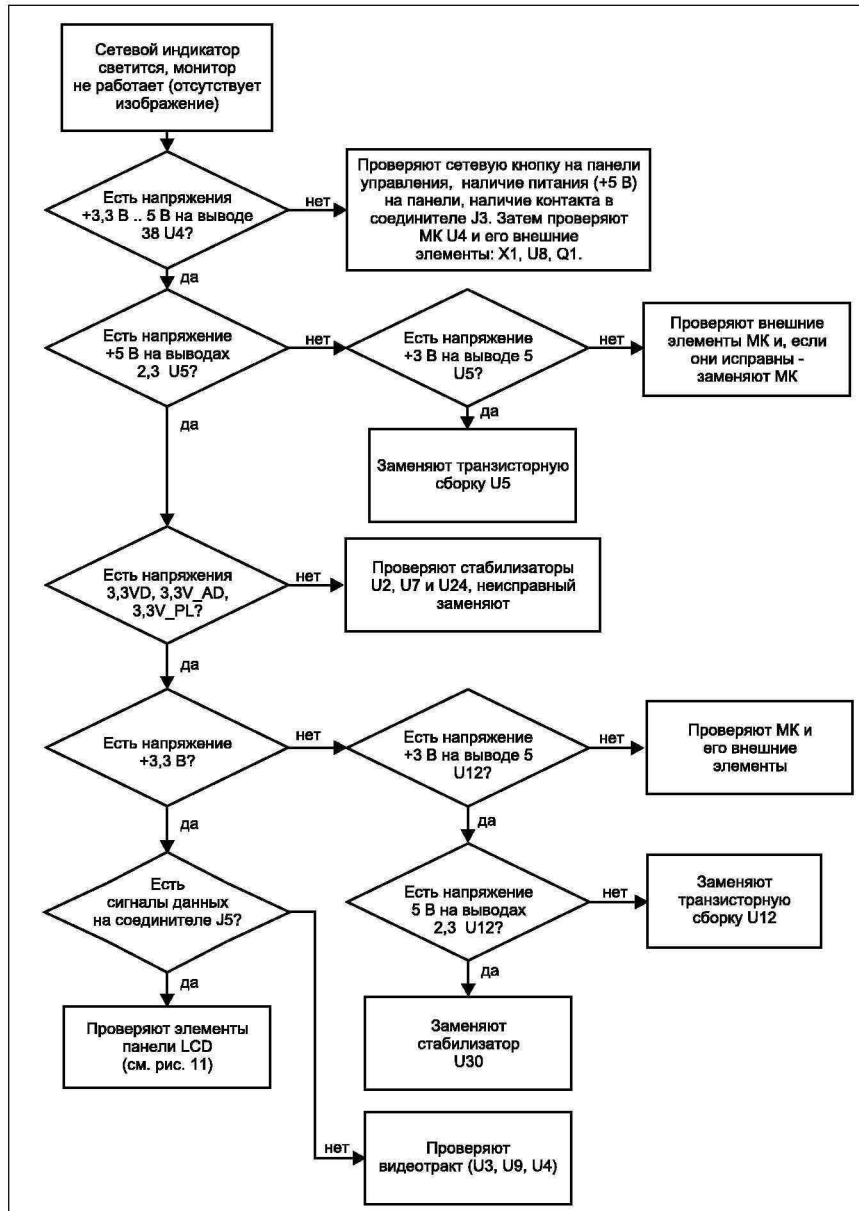

Рис. 10
- Световой индикатор светится, монитор не работает (рис. 10);